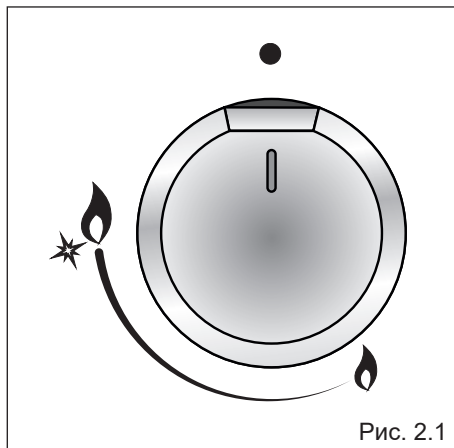

Рис. 2.1
Подача газа в горелки регулируется с помощью клапанного крана, управление которым осуществляется с помощью ручки (рис. 2.1с или 2.1b).
1. Поверните ручку (Рис. 2.2) крана против часовой стрелки и установите в положение максимальной подачи “ или ” (Рис. 2.1), нажмите на нее и удерживайте в таком положении некоторое время: это позволит Вам включить зажигание. При отсутствии электрического тока поднесите источник огня к горелке.